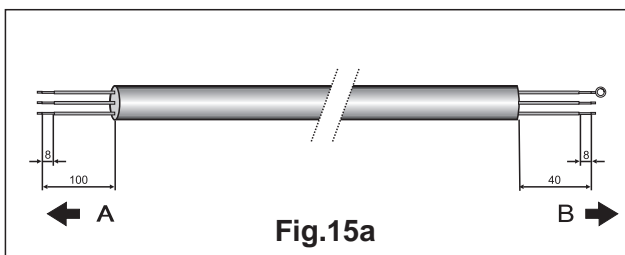

Fig.15a
2. Preparare le estremità dei cavi per l'alimentazione elettrica e per quelli di interconnessione fra l'unità esterna ed interna come illustrato rispettivamente nelle figure. 15a e 15b.